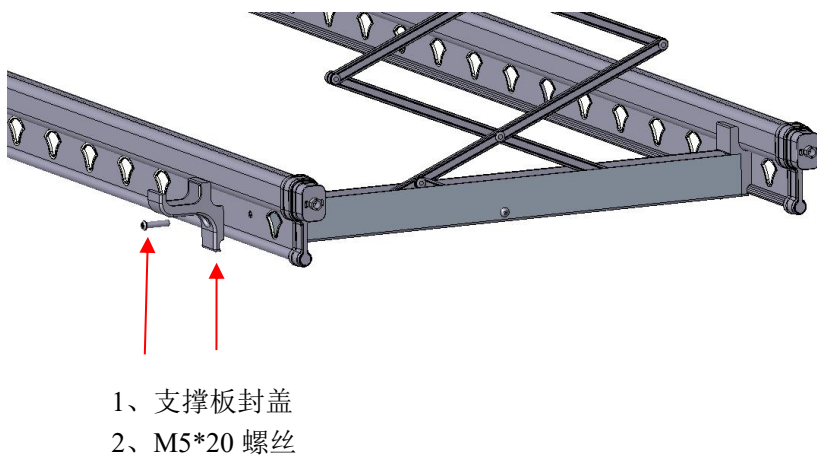

图 8
8、安装衣杆：用 M5*20 的螺丝穿过支撑板封盖，将衣杆固定在支撑板封套上（如图 8 所示）